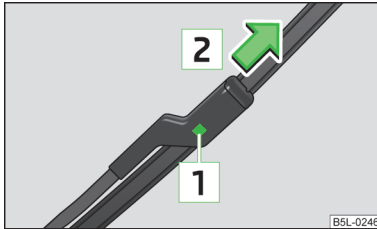

Abb. 51
- › Die Sicherung **1** » Abb. 51 drücken und das Scheibenwischerblatt in Pfeilrichtung **2** abziehen.